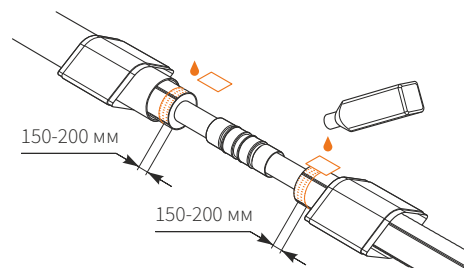

Рис. 4.7.3
3. Обезжирить растворителем (или другим спиртосодержащим раствором) защитную оболочку труб с обеих сторон от стыка на расстоянии 150-200 мм (рис. 4.7.3).